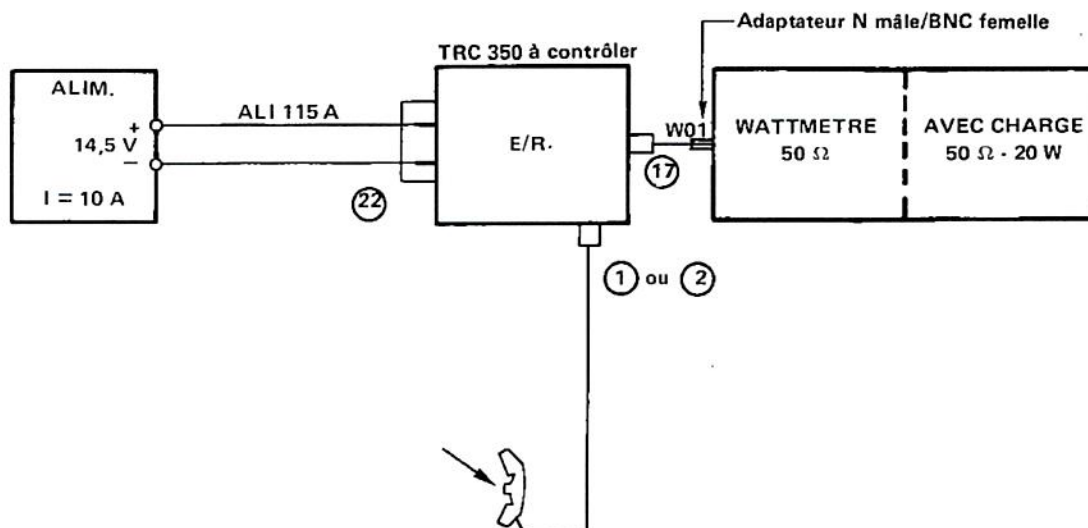

Figure 1
- 2.5 - Pour s'en assurer, ouvrir le panneau droit de l'émetteur-récepteur (fiche D-1), déconnecter la fiche P3003 de son embase (fiche D-2) et connecter le cordon coaxial W04 entre l'embase (13) de l'interface logique et la fiche P3003 (fig. 1).
1 - Montage d'essais à réaliser (voir figure 1)